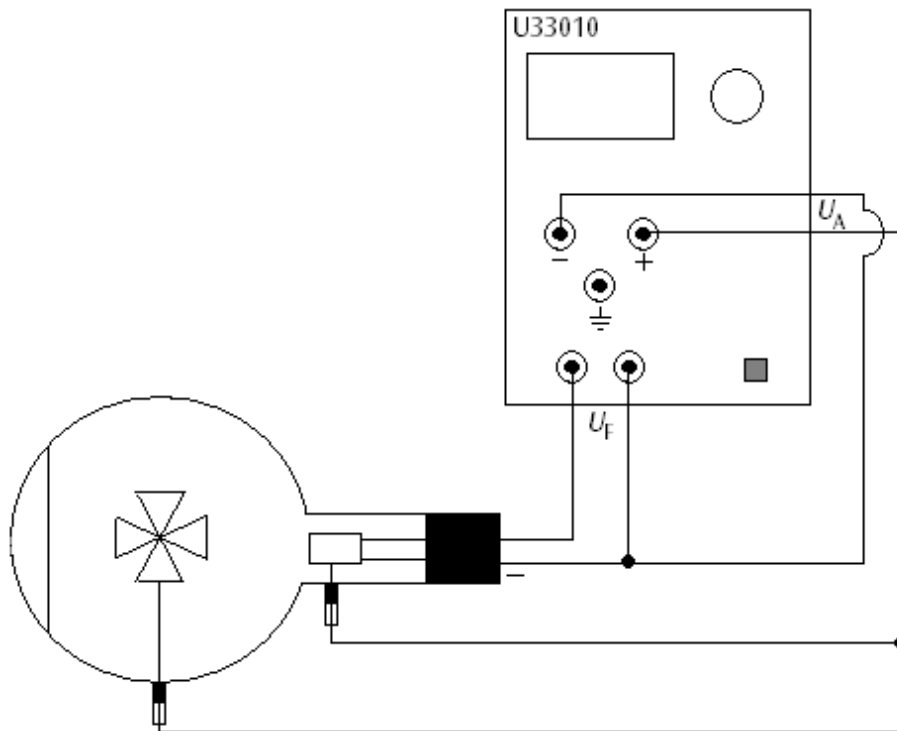

Fig. 1 Propagación rectilínea de rayos de electrones
- Se realiza el circuito de acuerdo con la Fig.1, conectando el polo negativo de la tensión del ánodo con el casquillo de 4 mm denominado (-) en el cuello del tubo.
- Se realiza el circuito de acuerdo con la Fig. 1, conectando el polo negativo de la tensión del ánodo con el casquillo de 4 mm denominado (-) en el cuello del tubo.